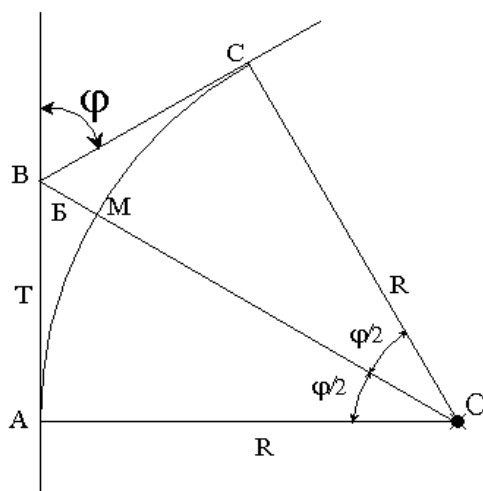

Рисунок 2. Пояснительная схема к составлению проекта по разбивке кривой.
**Задание 2. Составление проекта разбивки главных точек круговой кривой для заданных в таблице 2 значений угла поворота автомобильной дороги  $\varphi$  и радиусе кривой  $R$  (см. рисунок 2).**
По полученным данным, используя пояснительную схему (рисунок 2), в соответствие с вашим вариантом (см. таблицу 3), вычертить на листе формата А4 в